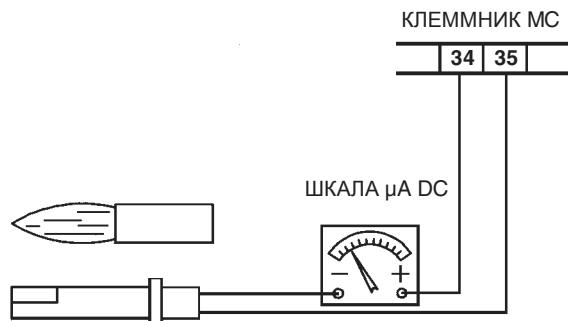

Рис. 21
- проверить и аккуратно почистить фоторезистор улавливания пламени, если необходимо заменить. При возникновении сомнения проверить цепь улавливания пламени, после того, как горелка вновь будет подключена, следуя схеме на Рис. 21;
Для замера сигнала контроля пламени следовать схеме на Рис. 21.